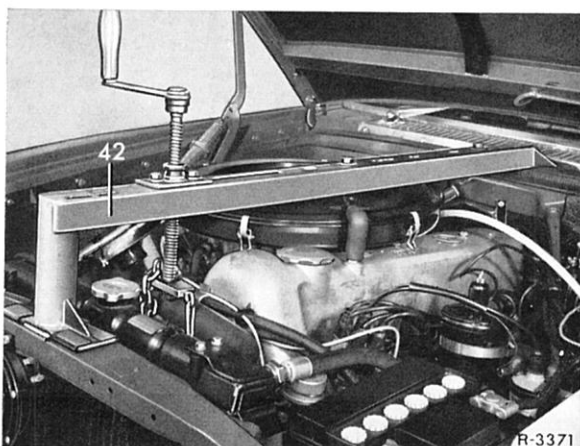

Bild 33—1/1
2 Aufhängevorrichtung (42) für den Motor anbringen (Bild 33—1/1). Sechskantschraube der vorderen Motorlagerung links und rechts lösen.